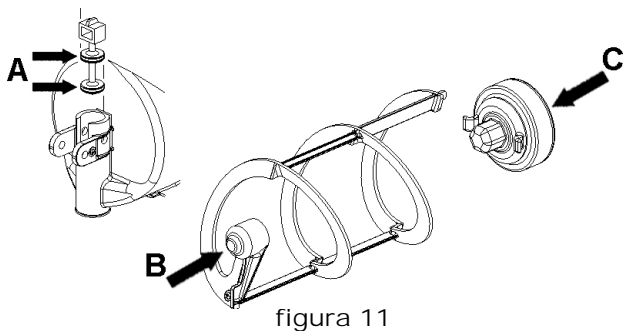

figura 11
- 2 Lubricar el pistón grifo, el rascador interior y el rotor magnetico (en los puntos A, B y C indicados en la (ver figura 11) utilizando solamente la grasa suministrada por el fabricante u otro grasa para uso alimenticio.